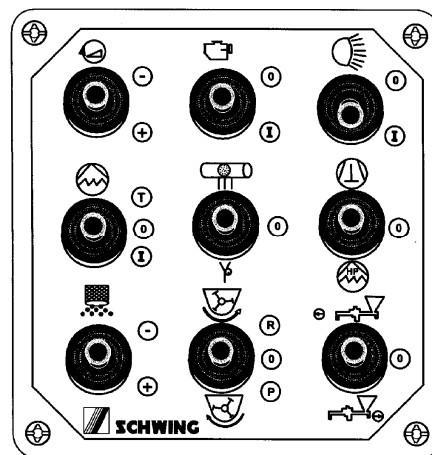

Fig. 1
- Vaya al mando directo (Fig. 1).